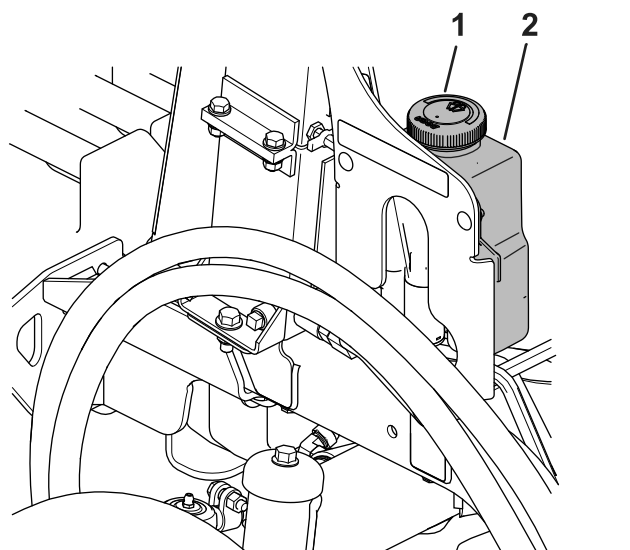

Figure 86
1. Retirez le bouchon (Figure 86) du réservoir.